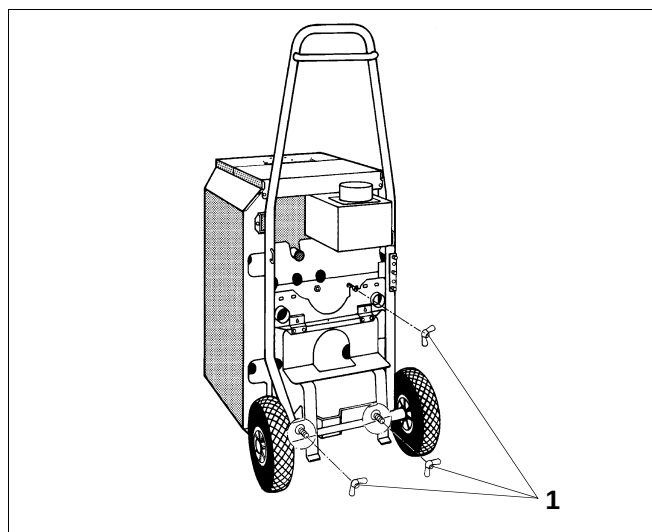

Fig. 6 Transport avec "charette" *(uniquement Logano G124)
En cas d'utilisation de la "charette" (accessoire sur demande) fixer la chaudière sur la charette à l'aide de trois vis à oreille (fig. 6, **pos. 1**).